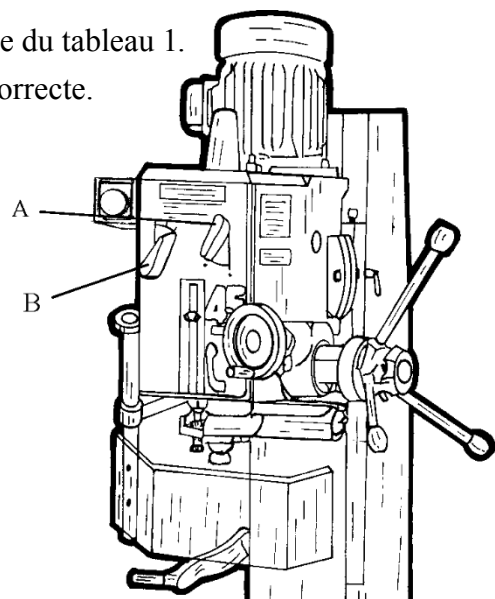

Fig.4
- (1) Lors du fraisage de l'avance longitudinale, il est conseillé de bloquer la course de la table d'avance transversale afin d'assurer la précision de votre travail. Pour ce faire, serrez la petite vis à lame située sur le côté droit de la base de la table.
- (2) Pour serrer la course d'avance longitudinale de la table pour le fraisage transversal, serrez les deux petites vis à oreilles situées à l'avant de la base de la table.
- (3) Des butées réglables sont prévues à l'avant de la table pour contrôler la course transversale et la longueur de fraisage souhaitée.
9. CHANGEMENT DE VITESSE (voir Fig. 4)
Desserrer le boulon de l'arbre (voir fig. 4) au sommet de l'arbre de broche d'environ 2 tours à l'aide d'une clé. Frapper le haut du boulon de l'arbre à l'aide d'un maillet. Une fois le cône desserré, tenez l'arbre du mandrin d'une main et tournez le boulon de l'arbre de l'autre main.